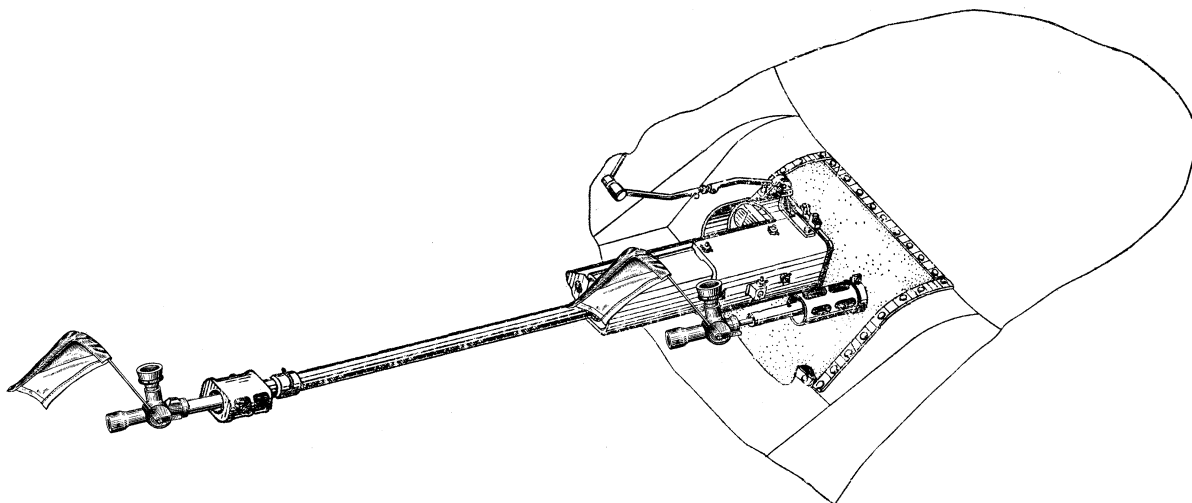

Рис. 95. Встановлення трубок холодної пристрілки у дульну частину каналу стволу гармати 2А42 та поєднаного кулемета ПКТ
- вставити трубку холодної пристрілки ТХП-1-30-515 у дульну частину каналу стволу гармати 2А42 (рис. 95).